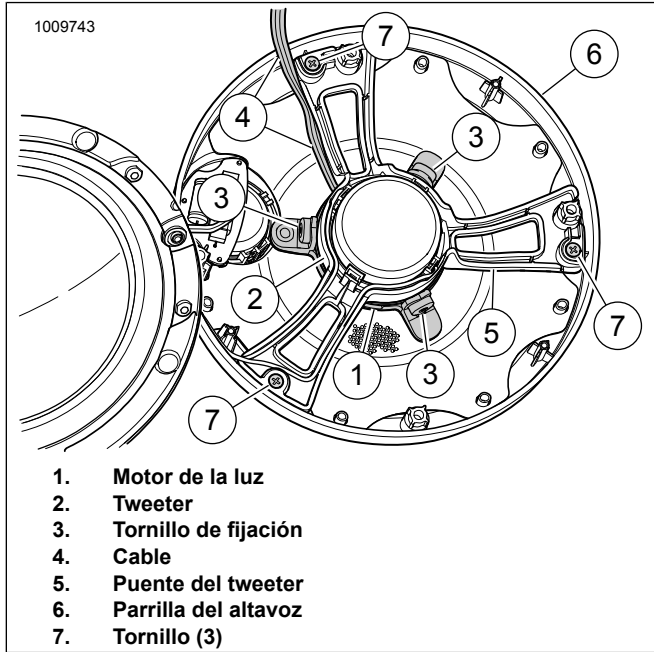

Figura 26. Parrilla del altavoz, puente del tweeter y luz LED
Consulte la Figura 26. Coloque el motor de la luz (1) en el tweeter (2) como se muestra. Comprima suavemente el motor de la luz en su lugar.